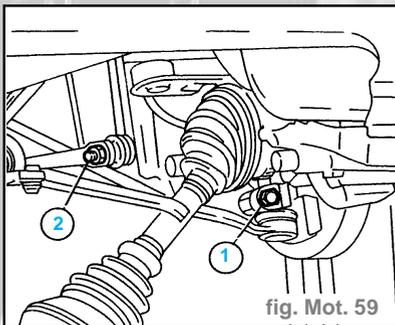

fig. Mot. 59
- Dévisser la vis (1) fixant le bras oscillant au moyeu et la vis (2) fixant la barre stabilisatrice au tirant de suspensions (fig. Mot. 59).